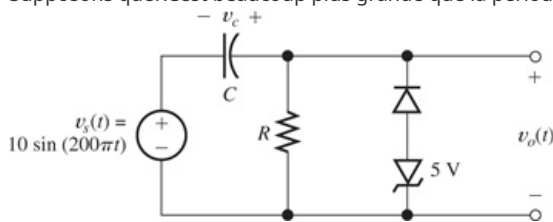

Figure P9.70
***P9.70.** Croquis pour mettre à l'échelle la forme d'onde de sortie à l'état stable pour le circuit illustré dans Figure P9.70. Supposons que RC est beaucoup plus grande que la période de la tension d'entrée et que les diodes sont idéales.